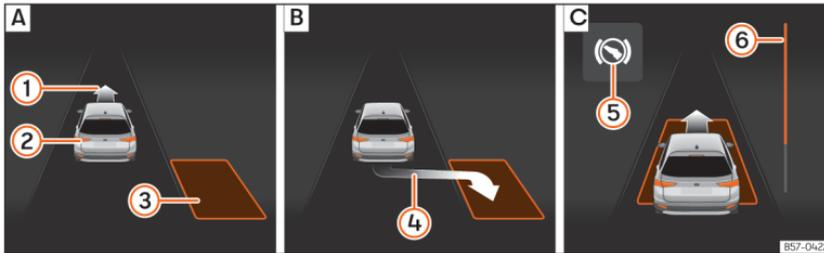
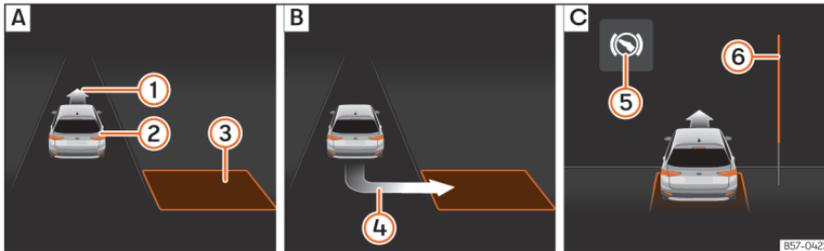

Abb. 141 Am Bildschirm des Kombi-Instruments: längs einparken. **A**: Parklücke suchen. **B**: Position zum Einparken. **C**: Rangieren.
Abb. 142 Am Bildschirm des Kombi-Instruments: quer einparken. **A**: Parklücke suchen. **B**: Position zum Einparken. **C**: Rangieren.
- Prüfen Sie anhand der Anzeige im Bildschirm des Kombi-Instruments, ob die Parklücke als „geeignet“ erkannt wurde und ob die korrekte Position zum Einparken » (Abb. 141) **B** oder
» (Abb. 142) **B** erreicht wurde. Die Parklücke wird als „geeignet“ betrachtet, wenn auf dem Bildschirm des Kombi-Instruments die Anzeige zum Einparken erscheint ④.
- Fahren Sie rückwärts, bis das Dauertonsignal des ParkPilot ertönt; **ODER:** fahren Sie zurück, bis auf dem Bildschirm des Kombi-Instruments die Anzeige für Vorwärtsfahren »» [Abb. 141]  oder »» [Abb. 142]  erscheint; **ODER:** fahren Sie zurück, bis am Bildschirm des Kombi-Instruments die Meldung **Park Assist beendet** erscheint. Die Fortschrittsanzeige  zeigt den zurückzulegenden Abstand an.
- Fahren Sie vorwärts, bis das Dauertonsignal des ParkPilot ertönt; **ODER:** fahren Sie vorwärts, bis am Bildschirm des Kombi-Instruments die Anzeige zur Rückwärtsfahrt erscheint. Der Parklenkassistent lenkt das Fahrzeug so lange beim Vorwärts- und Rückwärtsfahren, bis das Fahrzeug gerade in der Parklücke steht »» [Abb. 141]  bzw. »» [Abb. 142] .
Die Fortschrittsanzeigen »»  (Abb. 141)  und »»  (Abb. 142)  am Bildschirm des Kombi-Instruments zeigt symbolisch die noch zu fahrende relative Fahrstrecke an. Je länger die Distanz ist, desto größer ist der Füllstand des Fortschrittsbalkens. Bei Vorwärtsfahrt nimmt die Füllung des Fortschrittsbalkens nach oben ab und bei Rückwärtsfahrt nimmt die Füllung des Fortschrittsbalkens nach unten ab.